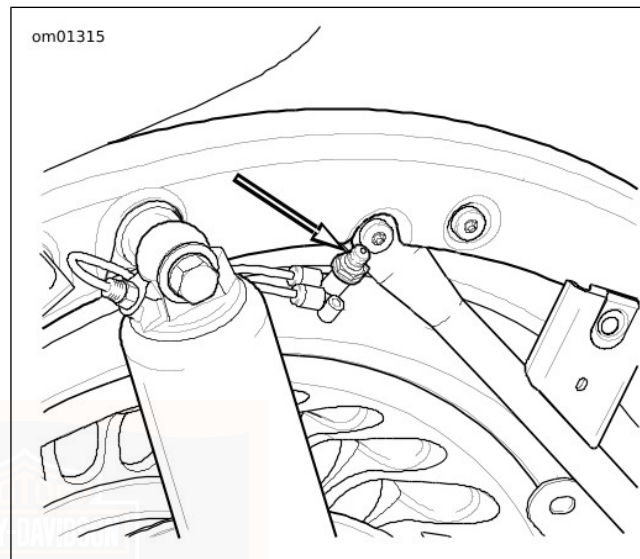

Figura 19. Valvola di sfiato delle sospensioni pneumatiche posteriori
2. Vedere Figura 19. Rimuovere il tappo dalla valvola di sfiato situata dietro l'ammortizzatore sul lato sinistro del veicolo.